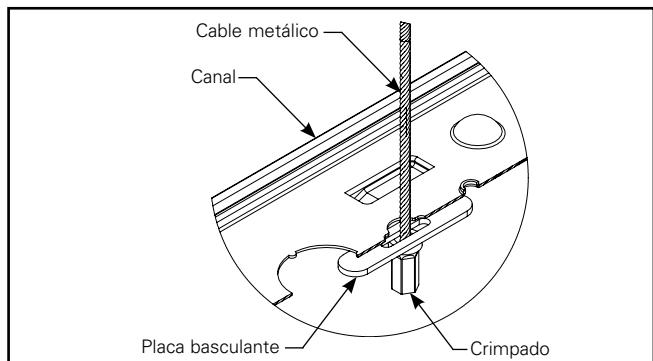

Figura 4.3.
- C. Despues de insertarlo, asegúrese de que la superficie del espesor de la placa basculante esté paralela a la superficie superior y dentro del canal (Figura 4.3).